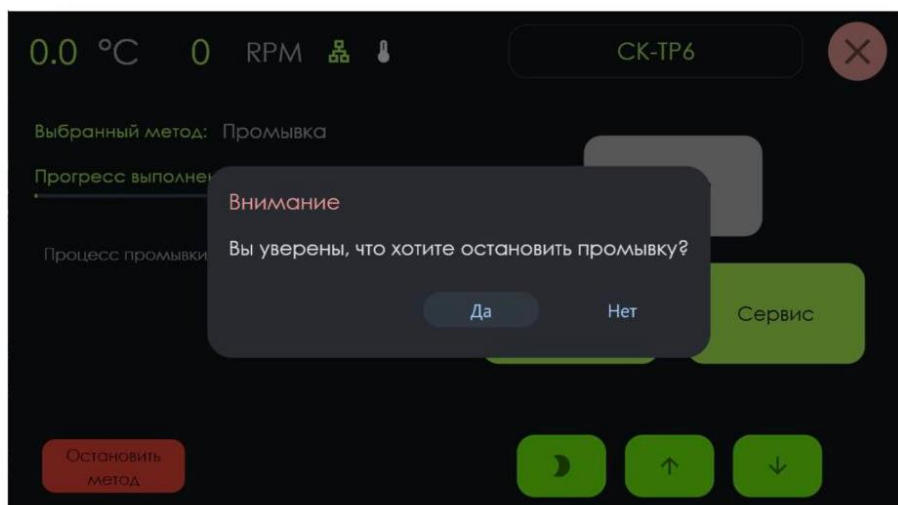
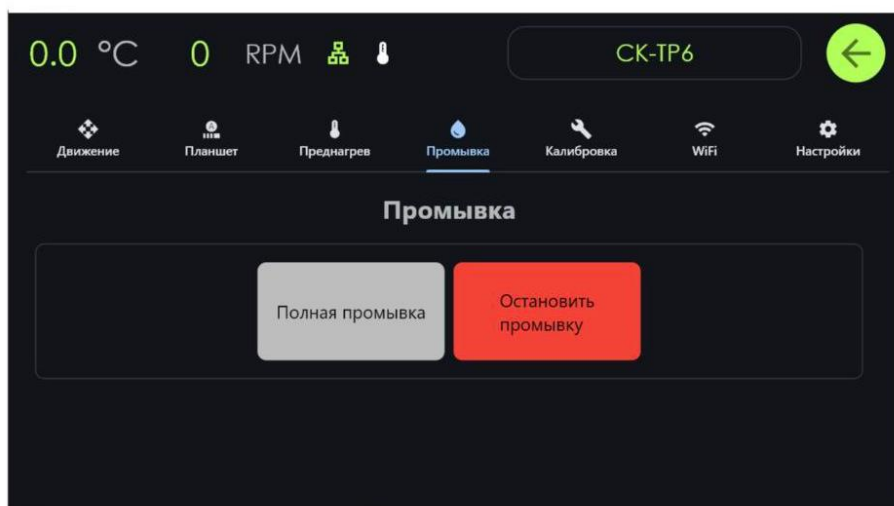

Рисунок 29 – Главный экран. Остановка промывки
Рисунок 30 – Сервис. Остановить промывку
При необходимости можно остановить промывку, нажав на кнопку «Остановить метод» на главном экране (рисунок 29) или же в окне «Сервис», нажав на кнопку «Остановить промывку» (рисунок 30).
- промывка (см. стр. 19, рисунок 30)